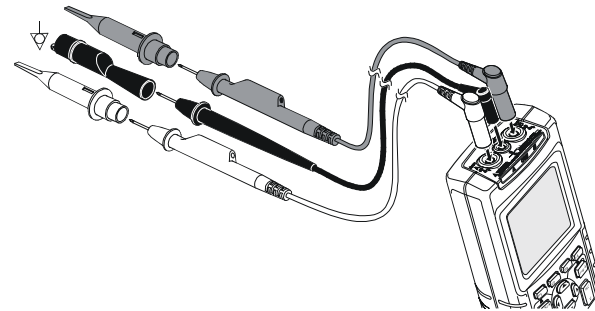

Abbildung 3-3. Erdung mit der ungeschirmten Masseleitung
- Benutzen Sie die ungeschirmte schwarze Masseleitung zu COM (Common) für Ohm (Ω) , Durchgangs-, Dioden- und Kapazitätsmessungen. (Siehe Abbildung 3-3.)